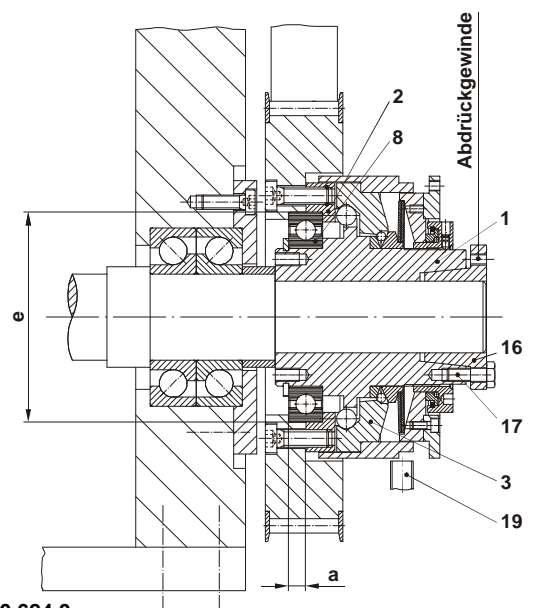

Bild 4
Größe	Anschlussmaße (Bild 4, Seite 4)
Montage der Abtriebs Elemente (Bild 4)
Um ein axiales Wandern des Abtriebs Elementes (Druckflansches (2)) in Richtung Druckscheibe (3) während der Freischaltung zu verhindern, ist darauf zu achten, dass die Lagerung des Abtriebs Elementes als Festlager (Bild 4) ausgeführt wird.
Beachten Sie die Anschlussmaße "a" und "e" für die Abtriebs Elemente gemäß Bild 4 und Tabelle 5, Seite 3.